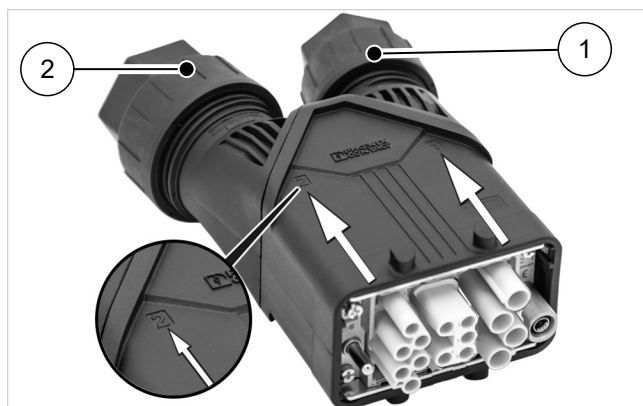

Abb. 3: Stecker mit Verschraubungen für SolvisPia 13/17 - Zuleitungen entsprechend Nummerierung zuordnen
- Einführung der Zuleitungen in das Steckergehäuse gemäß → Abb. 3